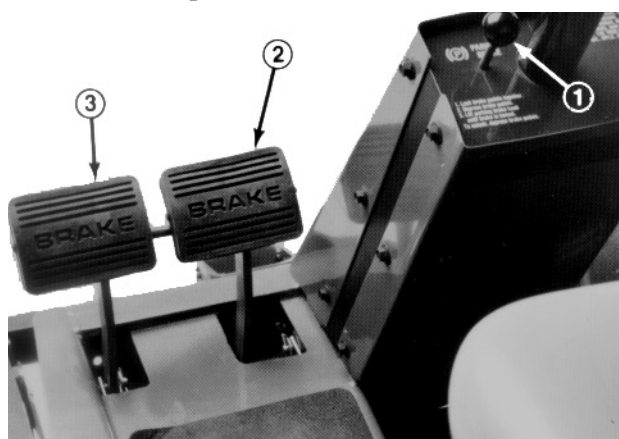
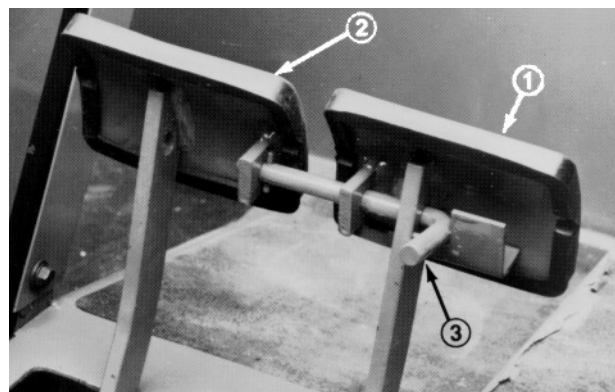

Figure 8
Figure 9
Freins de service (Fig. 8)—les pédales de frein gauche et droite sont connectées aux roues avant gauche et droite. Comme les freins sont indépendants l'un de l'autre, ils peuvent être utilisés pour prendre des virages serrés ou pour augmenter la traction si une roue patine pendant l'utilisation sur pente. Cependant l'usage des freins pour tourner peut endommager l'herbe humide ou le gazon tendre. Pour s'arrêter rapidement, appuyer sur les deux pédales à la fois. Toujours bloquer les freins ensemble lors du transport de l'unité de déplacement.
Frein de parking—serrer le frein de parking à chaque arrêt du moteur pour éviter tout déplacement fortuit. Pour serrer le frein de parking, pousser le bras de verrouillage (Fig. 9) sur la pédale gauche pour la bloquer avec la pédale droite. Appuyer ensuite à fond sur les deux pédales, puis tirer sur la manette du frein de parking (Fig. 8) et relâcher les pédales. Pour desserrer le frein de parking, appuyer sur les deux pédales jusqu'à ce que la manette du frein se rétracte. Toutefois, avant de démarrer le moteur, il est possible de désenclencher le bras de verrouillage de la pédale de frein gauche de manière à ce que les deux pédales fonctionnent indépendamment avec chaque roue avant.
- 1. S'assurer que le frein de parking est serré, que la commande de la prise de force est sur OFF et le levier de relevage à la position TRANSPORT ou FLOAT (Fig. 9). Ne pas appuyer sur la pédale de traction et s'assurer qu'elle est au point mort.
- 2. Mettre la commande des gaz (Fig. 9) à la position FAST.
- 3. Si la température est inférieure à 15°C, pousser la commande des bougies de préchauffage sur ON (Fig. 9) et la maintenir en position aussi longtemps qu'il est préconisé.